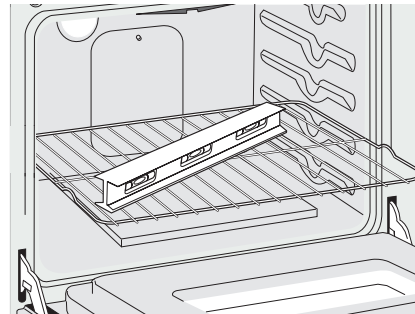

Figure 7
2. Déposez un niveau à bulle sur la grille (figure 7). Prenez 2 lectures en plaçant le niveau en diagonale dans une direction, puis dans l'autre direction. Si nécessaire, ajustez les 4 vis de nivellement avec une clé à molette (voir figure 23).
- Vérifiez si l'appareil est à niveau en installant une grille au centre du four et en plaçant un niveau à bulle sur cette dernière (Figure 7).